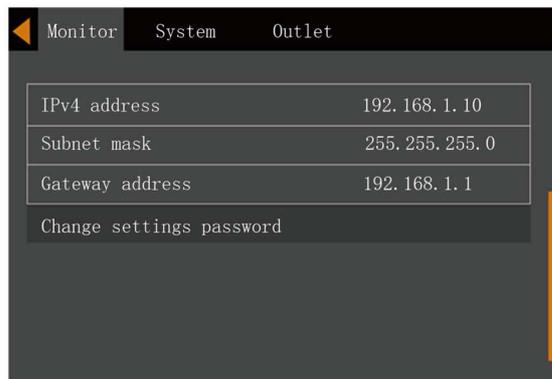

Figura 5-25 Cambio de contraseña de ajustes
2. Pulse la tecla **Enter**, y después pulse la tecla **▼** para seleccionar "Cambiar contraseña de ajustes", véase la Figura 5-25.